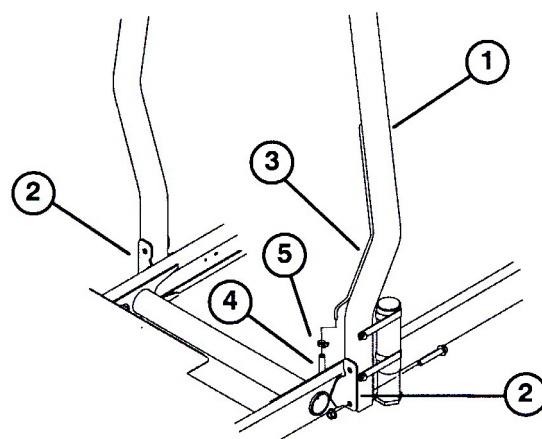

図 7
2. ROPS のそれぞれの側をフランジヘッド・キャップスクリューとロックナット (各 2) で固定する (図 7)。